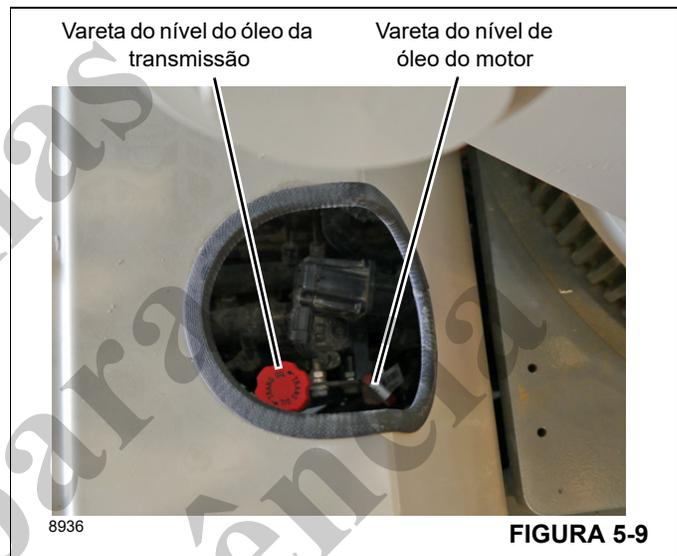

FIGURA 5-9
3. Remova a vareta de óleo do motor (consulte a Figura 5-9) e verifique o nível do óleo. O óleo deve estar visível dentro da área hachurada na vareta.
2. Abra a tampa do compartimento do motor. Remova a vareta (Figura 5-9) e verifique o nível do óleo. O óleo deve ser visível na vareta entre as marcas de mínimo e máximo com o óleo frio.